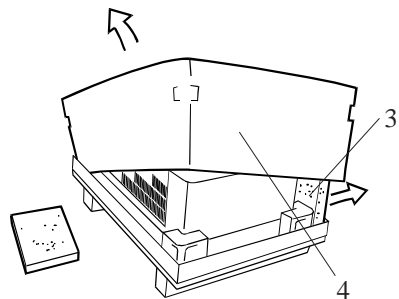

Fig 3
3. Vid CBFC/EVFC 1 – 6 så avlägsnas den invändiga skyddsfyllningen (3) samt emballaget (4) på sidorna (Fig 3).